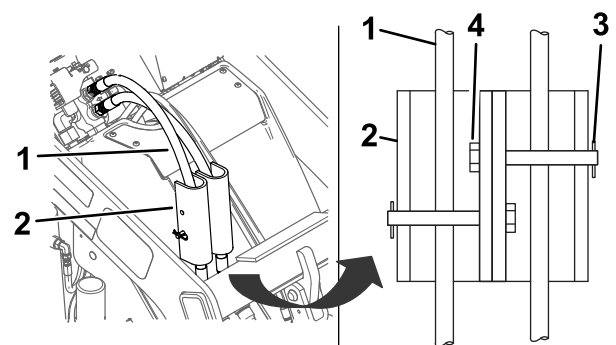

Figura 26
7. Instale los bloqueos de cilindro sobre las mangueras hidráulicas y fíjelos con los pasadores y chavetas (Figura 26).